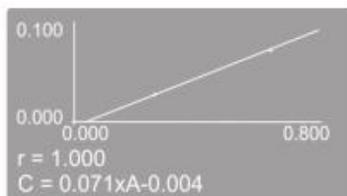

Рисунок 15 - Построение градуировки.
- После набора концентраций и измерения выбранного числа образцов на экране будет построен градуировочный график (Рисунок 15), приведены коэффициент корреляции r и градуировочное уравнение, которое сохраняется в памяти прибора и будет доступно в режиме «Загрузить градуировку» (пункт 8.10.2).
- На экране будет построен градуировочный график (Рисунок 15), приведены коэффициент корреляции r и градуировочное уравнение.